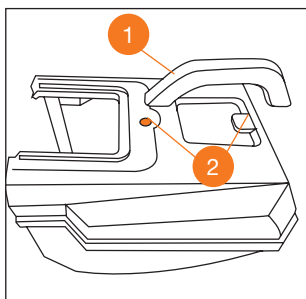

Рис. 9
3. Вставьте ручку травосборника 1 в посадочные отверстия 2 и защёлкните её (Рис. 9).